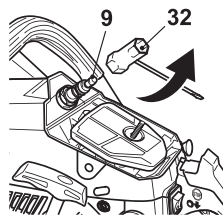

Fig. 57
3. À l'aide de la clé à bougie fournie(32), dévissez la bougie (9) puis retirez-la (Fig.57).